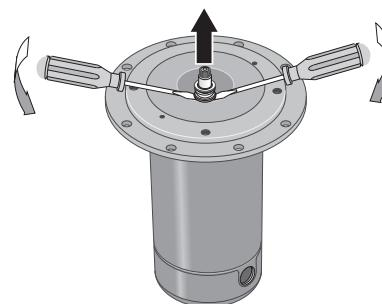

FIGURA 14 - QUITAR LA PLACA SELLADORA
3. Quite al rotar la mitad del sello y coloque dos destornilladores debajo del aro sellador, cuidadosamente haga palanca hacia arriba (figura 14).